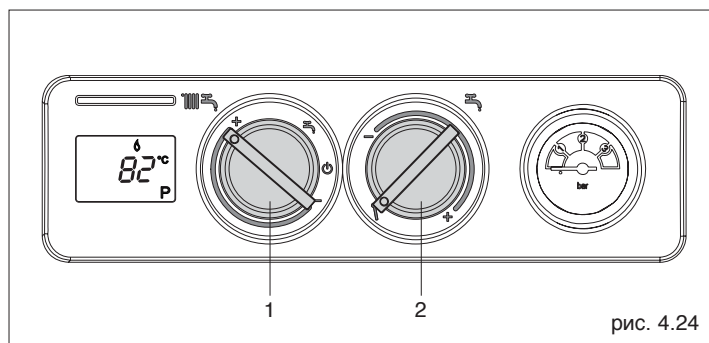

рис. 4.24
- переведите переключатель режимов работы (2, рис. 4.24) на символ  $\downarrow$
- переведите регулятор температуры воды в системе отопления (1, рис. 4.24) на максимум (конец шкалы +)
- установите переключатели (1 и 2, рис. 4.24) обратно в те положения, которые соответствуют уставкам температуры в контурах отопления и ГВС.